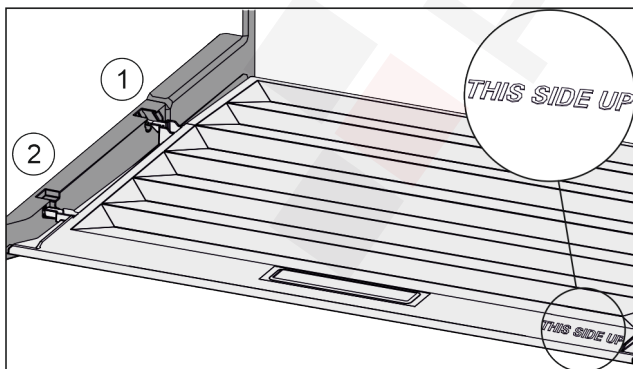

Fig. 41
- ▶ Vezesse be a fedél bordáit a hátsó tartó Fig. 41 (1) nyílása fölé, elől pedig pattintsa be azokat a tartóba Fig. 41 (2).